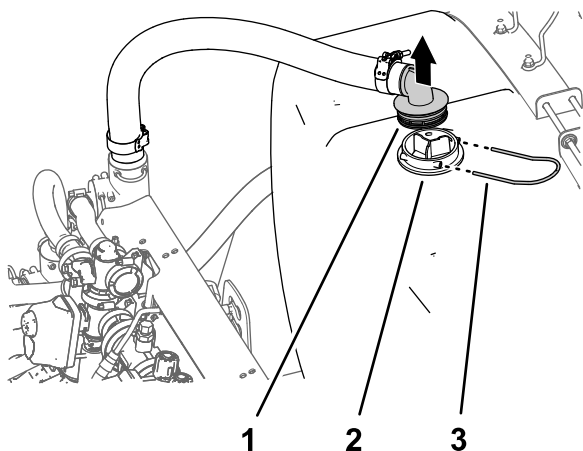

Figura 12
4. Retire la horquilla de retención que sujeta el acoplamiento dentado de 90° de la manguera de alimentación al alojamiento del filtro de aspiración (Figura 12).